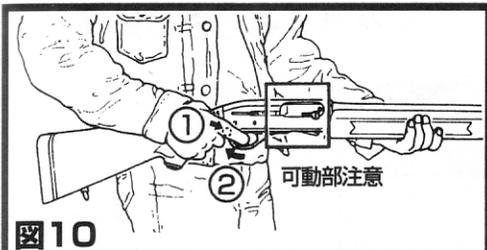
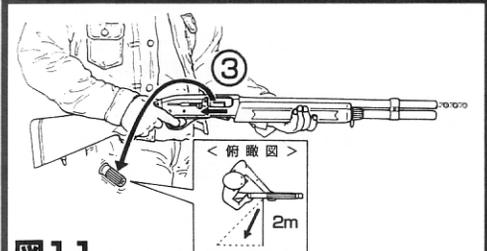

図10
図11
## 4. 発射 → 図10・11参照
- ① ターゲットとその回り(特に後方)の安全を充分確認してください。さらにこの銃はシェルも排莢します。基本的にシェルの排莢方向(図11参照)は立射時射手の横から後方のおおよそ2mです。この排莢位置もご注意ください。銃を正立(図10参照)にしてから、セフティをはずしてください。
- ② ここで初めてトリガーガード内に指を入れトリガーを一気に引ききります。構造上トリガーはガスバルブのスイッチを兼ねていますので、一気に引かない場合があります。またにガス漏れ音がして作動が遅れる場合があります。
- ③ トリガーを引ききると、BB弾を発射、と同時にボルトが勢良く後退(ブローバック)、シェルを排莢します。可動部(ボルトハンドル、ポート内のボルト)に身体の一部や衣類等が当たったり、かんだりしないようご注意ください。また発射時銃下部のキャリアーにも触れないでください。ジャムを起こす場合があります。ライブシェルという構造上、通常発射においてもジャムがごくまれに起こる場合があります。⑦トラブルシュートの7.ジャムシェルの取り方①～④を参考に手動で取り出してください。
- ④ シェルのある限り、発射、排莢を繰り返します。この銃にはボルトストップを設定していませんので、シェルが給弾されていない時は空撃ちブローバックが楽しめます。
- ⑤ 発射ガスの性質上、しばらく撃つことによりガス圧が低下してきたら、排莢の飛びが悪くなり、続いて発射してもボルトが後退しきらず、シェルを排莢できなくなり、ガス消費、冷えを知らせてくれます。この時ボルトが僅しか後退せずジャムを起こす場合もあります。⑦トラブルシュートの7.ジャムシェルの取り方①～④を参考に手動で取り出してください。ガス消費の場合は、ガスチャージを行ってください。冷えの場合は、セフティをかけて、銃からタンクをはずし、そのまま常温に戻るまでお待ちください。絶対に加温しないでください。2.ガスの注入(デタッチャブルガスタンクの使い方)の△ガスポンペ・ガスガン使用上の注意事項をお守りください。必ずガスポンペ本体の警告文もお読みください。別売スベアデタッチャブルガスタンクに交換されると続けて楽しめます。
- ⑥ 続けて撃たない時は、必ず5.発射を終える時の処理を行い銃を安全な状態にしてください。
2. レンジアップ(ホップアップ)システムは銃をまっすぐ正立(→図11参照)の状態が発射エネルギーにマッチした重量のBB弾を3～5発発射した時に効果的なホップアップ効果を得られるように固定セッティングされています。よって銃を斜め、横、逆さにしたり、銃に合わない重量のBB弾を用いて発射されると、BB弾は全く予期しない方向に飛んでいく恐れがあります。ご注意ください。→6.レンジアップ(ホップアップ)についてを参照
3. 発射ガスの性質上、ガスの注入されたガスタンクをつけた銃を逆さま(銃口を下、もしくはシェル入り口を上)にして置いておき、直後に作動させた時、または銃を逆さまにしたまま作動させると霧状の生ガスをポートスリット・銃口等から噴きます。ガス消費が早まると同時に銃内のオイル分を流してしまい、不調の原因になります。→④メンテナンス参照
4. 発射ガスの性質上、①気温の低い時(おおよそ20℃以下)、②連続発射後、③生ガス発射後、に銃が冷えてしまいパワーダウン・ジャム等正常に作動しないことがあります。セフティをかけて、銃からガスタンクをはずし、そのままにして常温に戻るまでお待ちください。加温は絶対にお止めください。また一旦冷えてしまえば調子が悪くなった銃・ガスタンクには、必ず常温に戻ってからガス注入、セットを行ってください。2.ガスの注入(デタッチャブルガスタンクの使い方)の△ガスポンペ・ガスガン使用上の注意事項をお守りください。必ずガスポンペ本体の警告文もお読みください。
6. ターゲットの選択、及びターゲットの周囲には特に注意してください。跳弾及びBB弾の割れる可能性のある固いもの、貫通の可能性のある弱いものはターゲット機材に使用しないでください。シェルの飛び方向にもご注意ください。→図11参照
**警告**：レンジアップというシステムの性質上、軽量BB弾を使用した場合や銃を斜め・横・逆さにしたり、シェルに3~5発以外の給弾をして発射した場合、照準を狙った方向とは全く異なる方向にBB弾が飛んでしまいます。正しいホップアップ効果を得るためには図11のように銃を正立させてから、条件に合う重量のBB弾を3~5発給弾で発射してください。